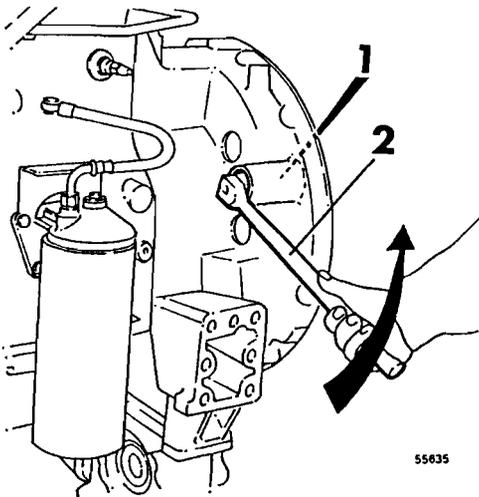

Fig. 154
- 2 Quitar el tapón del envolvente del volante y montar en su lugar la herramienta de giro, véase la fig. 154. Hacer girar el cigüeñal\* y quitar los tornillos del sombrerete de biela.